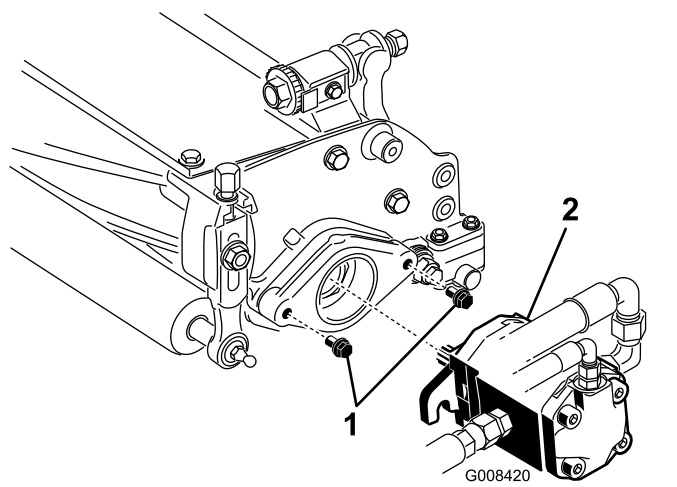

Figure 9
- Le filetage doit dépasser de 13 mm sur chaque boulon de fixation de moteur d'entraînement du cylindre (Figure 9).
- Lubrifiez l'arbre cannelé du moteur avec de la graisse propre, puis montez le moteur en le tournant dans le sens horaire de sorte que les brides passent les goujons. Tournez le moteur dans le sens antihoraire jusqu'à ce que les brides encerclent les goujons (Figure 9).
- Resserrez les boulons de montage (Figure 9).